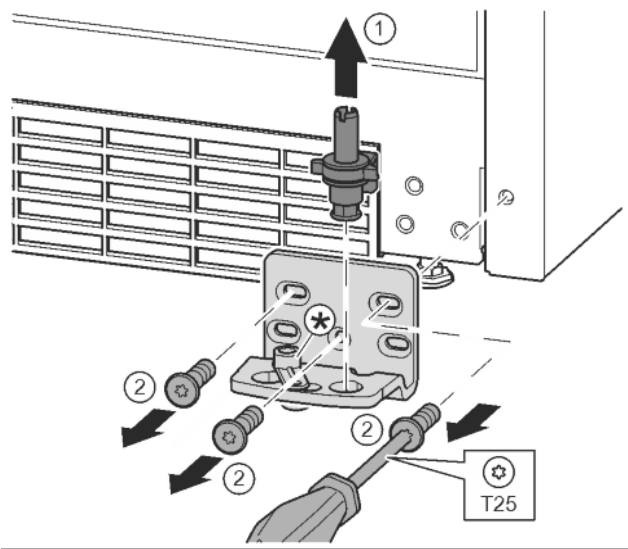

Fig. 15
- ▶ Sortir complètement l'axe de palier par le haut. Fig. 15 (1)
- ▶ Desserrer les vis avec le tournevis T25 et enlever le support de palier. Fig. 15 (2)